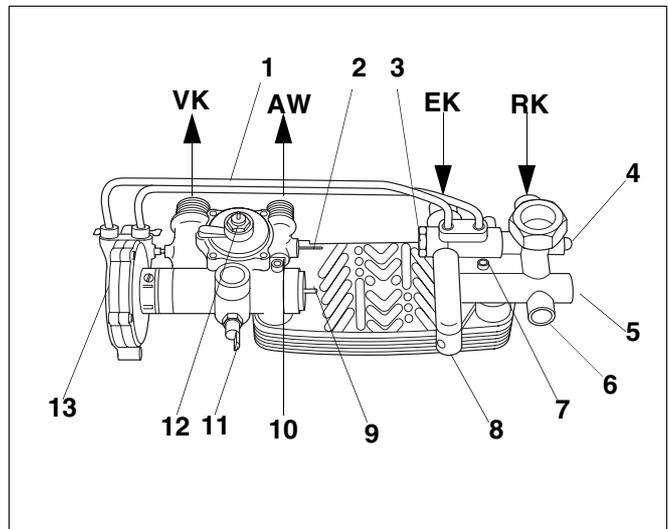

Fig.32 Gruppo acqua caldaia
- Svitare le viti di fissaggio dello scambiatore di calore a piastra (fig. 32, pos. 7 e 10) con la chiave esagonale ed estrarre lo scambiatore verso il basso.
- Svitare il filtro dell'acqua fredda con una chiave fissa da 24 (fig. 32, pos. 3).